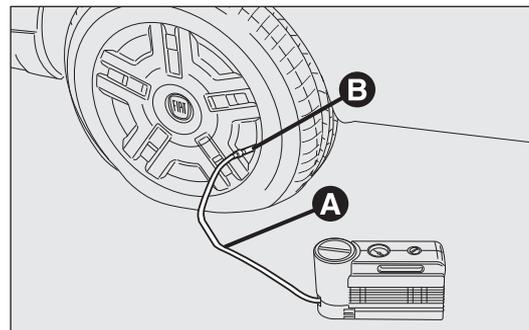

Abb. 178
- Die Handbremse anziehen. Die Ventilkappe abschrauben, den Füllschlauch herausziehen A-Abb. 178 und den Ring B auf das Reifenventil schrauben;